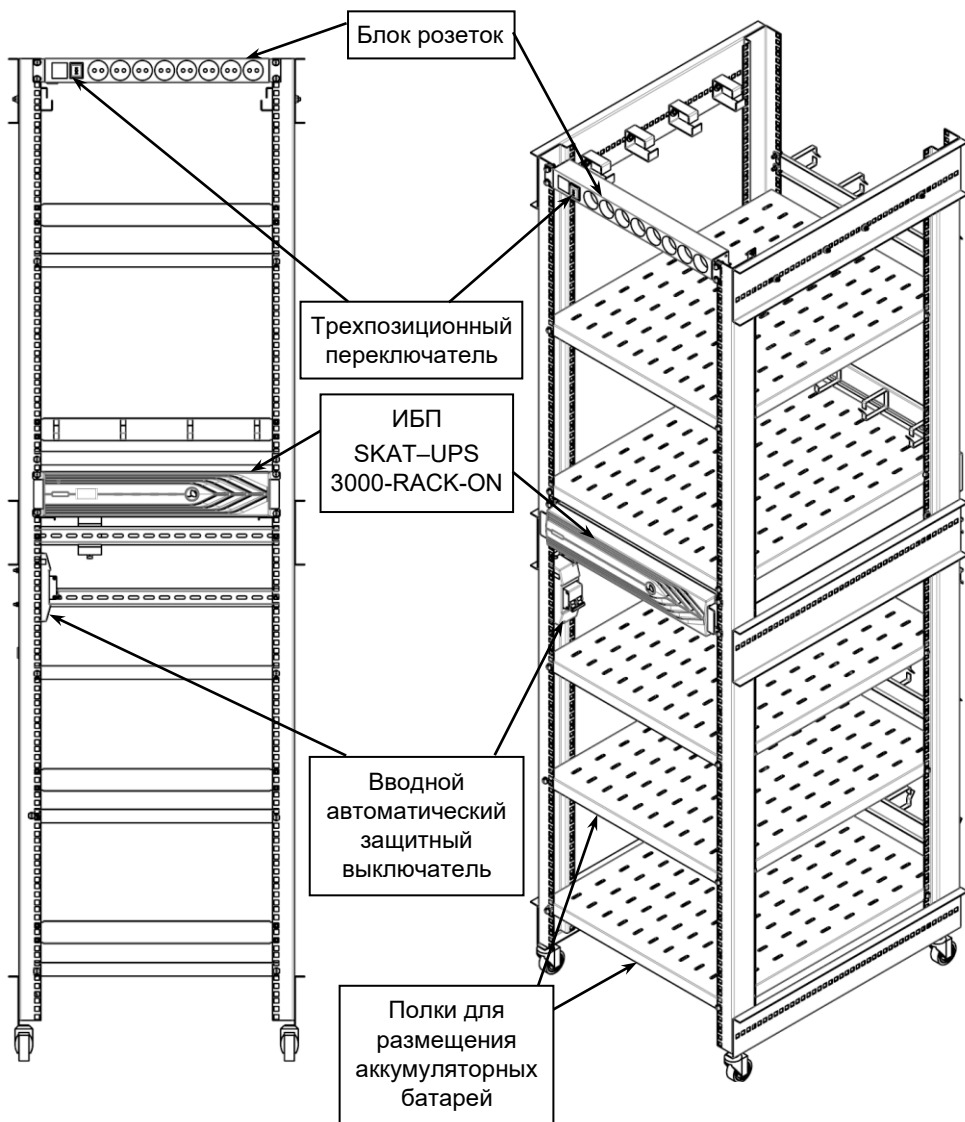

Рисунок 1 — Общий вид изделия спереди, без оболочки, с установленным ИБП
- Убедитесь в том, что вводной автоматический выключатель, расположенный на левой боковой стойке шкафа изделия (см. рисунок 1), находится в выключенном положении и трехпозиционный переключатель блока сетевых розеток также находится в выключенном (среднем, символ «о») положении.